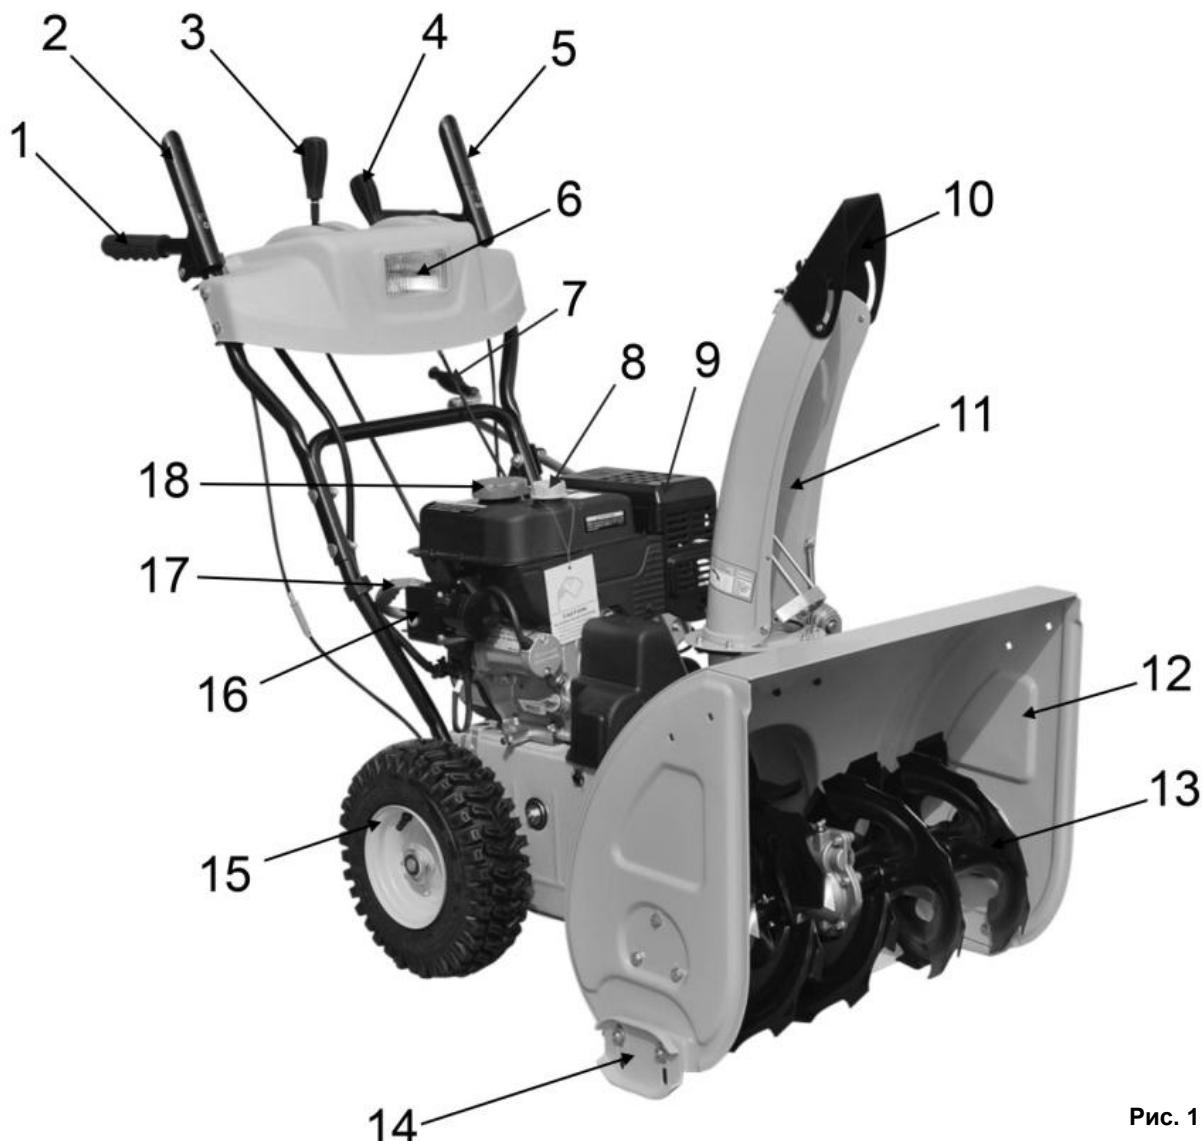

Рис. 1
- Снегоуборщик вращением лопастей шнека (13)(См. Рис.1) убирает снежный покров с ровных площадей, и через снегоотвод (11) выбрасывает его в выбранную сторону.
- Шнек (13)(См. Рис.1) - винтовой механизм в виде стержня с наклонными лопастями, приводимый в действие двигателем. Шнек захватывает, и транспортирует снежную массу внутрь снегоуборщика на вращающуюся крыльчатку (импеллер), далее снежная масса выбрасывается в необходимую сторону (влево или вправо), через поворачиваемый желоб (снегоотвод).
- Выбор направления отвода снега устанавливается вручную поворотом рукоятки (7)(См. Рис.1).
- Снегозаборник (12)(См. Рис.1) служит для захвата снега и направления его потока в рабочую зону снегоуборщика (на шнек).
- Фара (6)(См. Рис.1) служит для освещения рабочей зоны в условиях недостаточной видимости.
Устройства управления:**Рычаг привода колес (2)(См. Рис.1; 2)**
- При нажатии рычага привода колес (2), включается система привода, и снегоуборщик начинает движение.
- При отпусканье рычага привода колес (2), привод отключается, и снегоуборщик прекращает движение.
Рычаг выбора направления и скорости движения (3)(См. Рис.1; 2)
- Для изменения режима (направления) самоходного движения снегоуборщика используйте рычаг (3)(См. Рис.1; 2).
- Для изменения режима (направления) движения после остановки снегоуборочника переведите рычаг (3)(См. Рис.1; 2) в соответствующее выбранному режиму положение.
- Для изменения скорости движения снегоуборочника плавно переместите рычаг (3)(См. Рис.1; 2) в сторону увеличения либо уменьшения оборотов.
Рычаг изменения дальности выброса снега (4)(См. Рис.1; 2)
- Рычаг (4) изменяет положение угла наклона дефлектора (отражателя) снегоотвода
- Для регулировки дальности выброса снега установите рычаг (4)(См. Рис.1) в требуемое положение.
Рычаг привода шнека (5)(См. Рис.1; 2)
- При нажатии рычага привода шнека (5), включается система привода, и лопасти шнека (13)(См. Рис.1) начинают вращение.
- Установите желоб снегоотвода (11)(См. Рис.1) на выпускной канал импеллера.
- Совместите витки спирали рукоятки поворота снегоотвода (7)(См. Рис.1; 5) с прорезями фланца желоба.
- Установить в отверстие на рычаге управления (2; 4)(См. Рис.1) верхний Z-образный конец троса (22)(См. Рис.6).